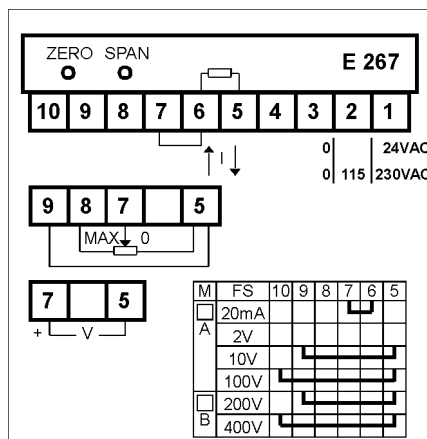

Fig.2
- Scegliere la gamma eseguendo i collegamenti di fig.2.
- Select the range by one of the jumper links of fig.2.
Eseguire i collegamenti come da fig.2.
as per fig.2